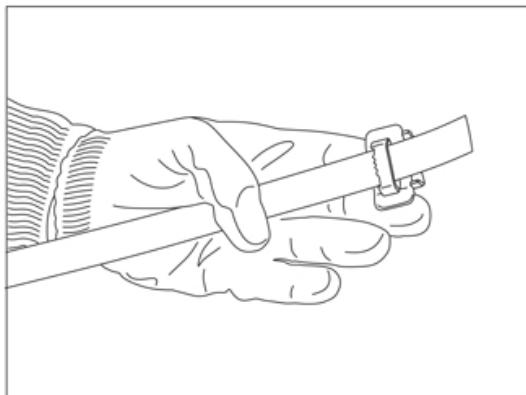
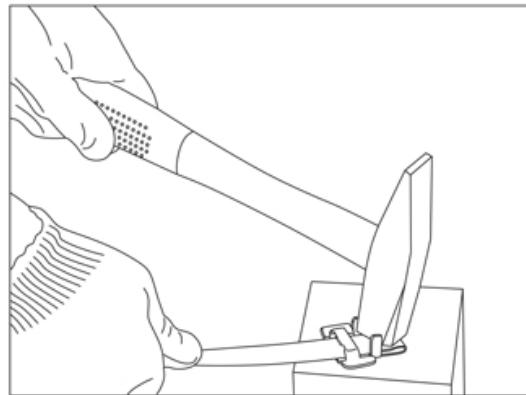

Рисунок 2
Рисунок 3
- конец ленты бандажной вставить в скрепу (рисунок 2) и согнуть при помощи молотка (рисунок 3);